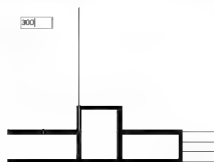

图 4.31 绘制装饰柱 1
② 在当前线宽为 0.0000，指定下一个点或[圆弧(A)/半宽(H)/长度(L)/放弃(U)/宽度(W)]：提示下，将光标垂直向上拖动，输入“300”后按 Enter 键，结果如图 4.31 所示。